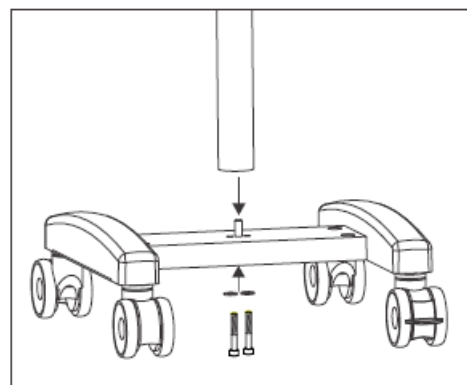
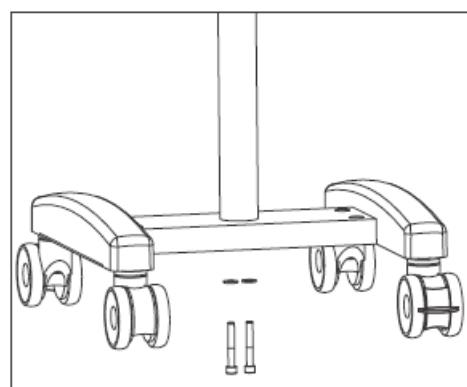

Рисунок 2
Рисунок 3
7.1 Основание устанавливается за счет крепления колонны к базе. Поставьте колонну на направляющий винт базы. Смотрите рисунок 2. Сопоставьте резьбовое отверстие колонны с винтом. Крепко держите колонну и закрутите винту снизу основания. Смотрите рисунок 3.